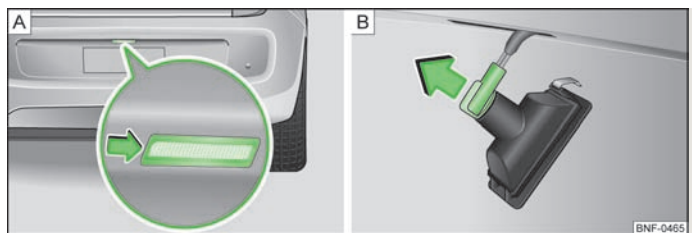

Fig. 123 Udskiftning af pære til nummerpladelygte
- Stik en egnet, tynd genstand, fx en skruetrækker, ind i udskæringen ved pilen, og vip forsigtigt nummerpladelygten ud af stødfangeren » Fig. 123 – [A].
- Drej pæreholderen **mod** uret, og tag den ud i pilens retning » Fig. 123 – [B].